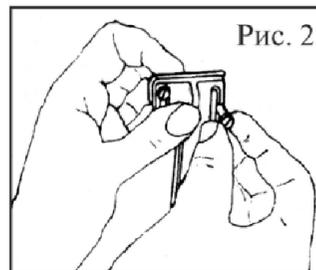

Рис. 2
2. Вкрутите Цилиндр (1) в держатель цилиндра (2) (см. рис. 2) Вставьте Шток (3) в Толкатель штока (4),